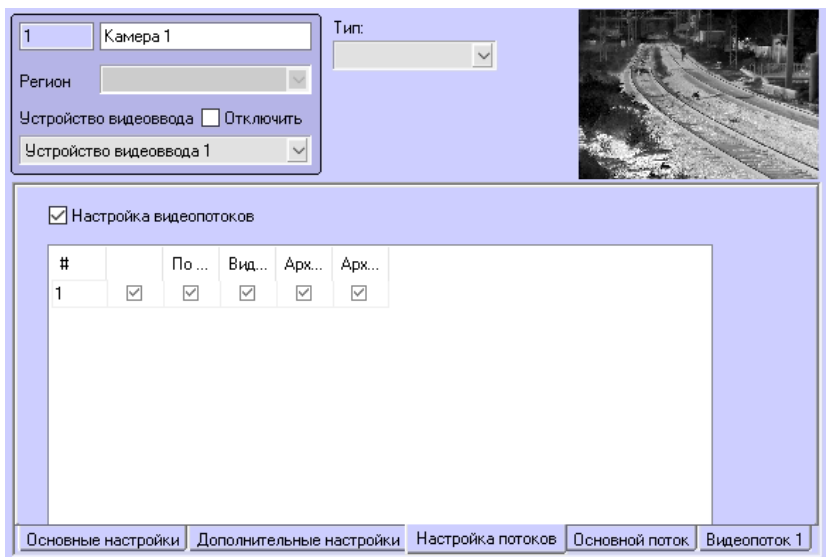

Рисунок 18 – Настройка потоков камеры
- 2.3. Во вкладке «**Настройка потоков**» (Рисунок 18) выбрать первый поток;